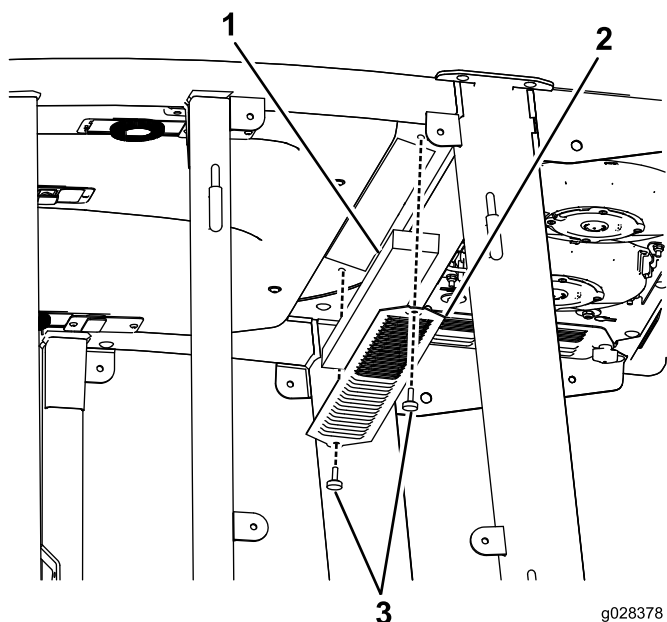
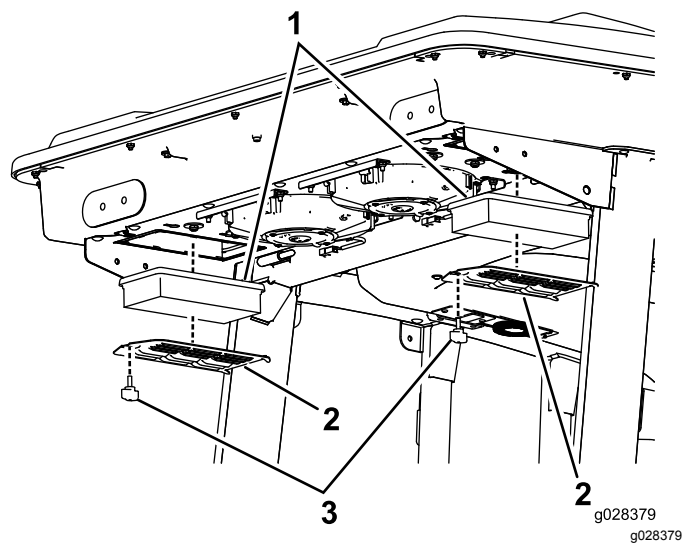

Рисунок 54
Рисунок 55
1. Выверните винты и снимите решетки у салонного и заднего воздушных фильтров кабины (**Рисунок 54** и **Рисунок 55**).